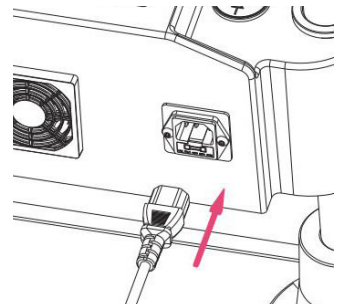

Abb.5-1: Elektrischer Anschluss
- ➔ Die Maschine darf nur mit dem mitgelieferten Netzkabel betrieben werden! Das Netzkabel in die Buchse auf der Rückseite der Maschine einstecken, wie in Abbildung 5-1 gezeigt.